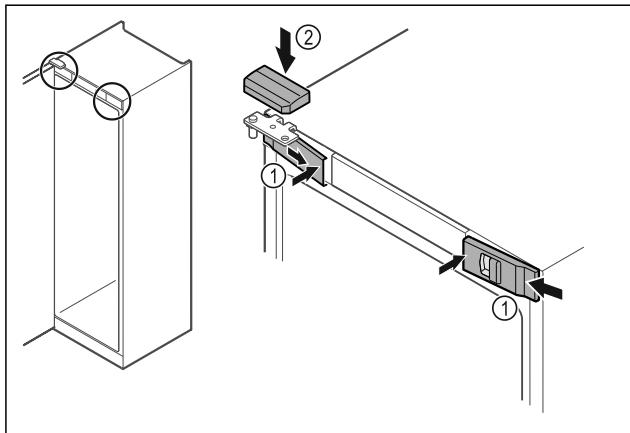

Fig. 50
- Зацепите сбоку и защелкните передние крышки Fig. 50 (1) с внутренней стороны.
- Защелкните верхнюю крышку Fig. 50 (2) сверху.